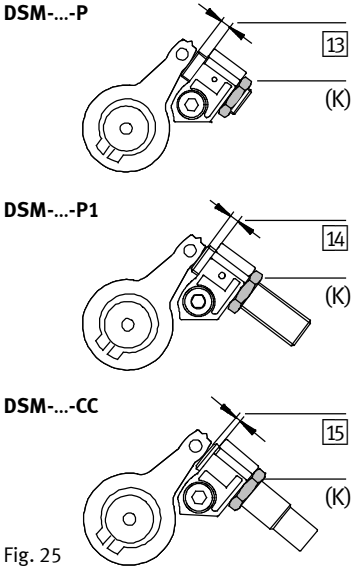

Fig. 25
2. Lossa dämparens kontramutter (K) (Fig. 25). Med dämparens utskruvningslängd (elastomerdämpare **13** / **14** eller stötdämpare **15**) utjämnas ändlägesavvikelsen. Avvikelsen uppstår vid förjusteringen genom att dämparen körs mot den tryckfria anslagsarmen.